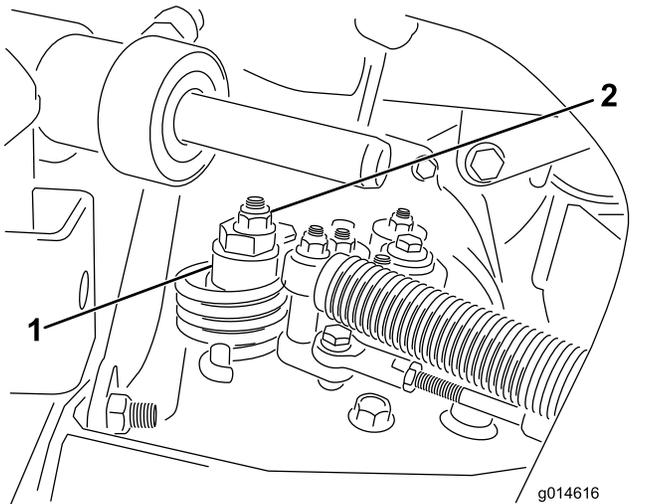

图 47
- A. 松开将偏心螺栓固定到静液压泵顶部的螺母图 47。
- C. 旋转偏心螺栓直到不再出现任何方向的缓慢前移。当轮子停止旋转时旋紧螺母锁定偏心螺栓和调整图 47。将油门移至慢速和快速位置验证调节情况。